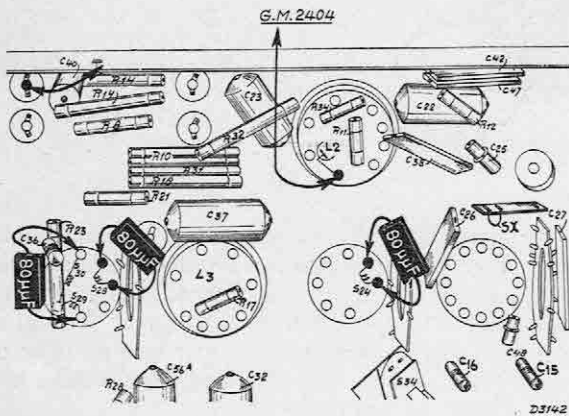

Fig. 3
- Débrancher le réglage automatique du volume sonore en court-circuitant C40 (voir fig. 3).
- Désaccorder le troisième circuit moyenne-fréquence en branchant un condensateur de 80 $\mu\mu\text{F}$ en parallèle avec S28 (fig. 3).
- Désaccorder le quatrième circuit moyenne-fréquence en branchant un condensateur de 80 $\mu\mu\text{F}$ en parallèle à S29 + S30 (fig. 3).
- Désaccorder le 1er circuit moyenne-fréquence en branchant un condensateur de 80 $\mu\mu\text{F}$ en parrallèle avec S24 (fig. 3).
- Brancher l'amplificateur aperiodique GM 2404 à l'anode de L2 (voir fig. 3).
- Régler C15 (fig. 3) sur la puissance de sortie maximum.